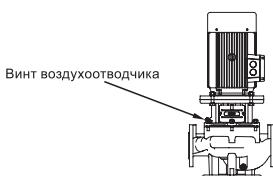

Рис. 7 Положение вентиляционного винта
1. Закройте выпускной, запорный клапан и ослабьте винт воздухоотводчика в опоре двигателя. fig.7.
- Ослабьте винт вентиляционного отверстия.но.с.fig.7.
- fig.7.